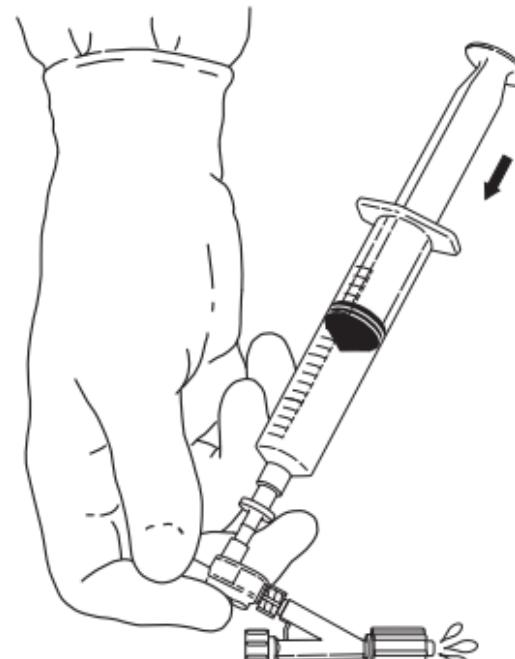

Abb. 3
5. Den Daumen auf den Injektionsport legen, um die restliche Luft zu entfernen. Die verbliebenen Luftblasen langsam aus dem Doppelruckschlagventil und dem Tuohy-Borst-Adapter spülen. (Abb. 3)